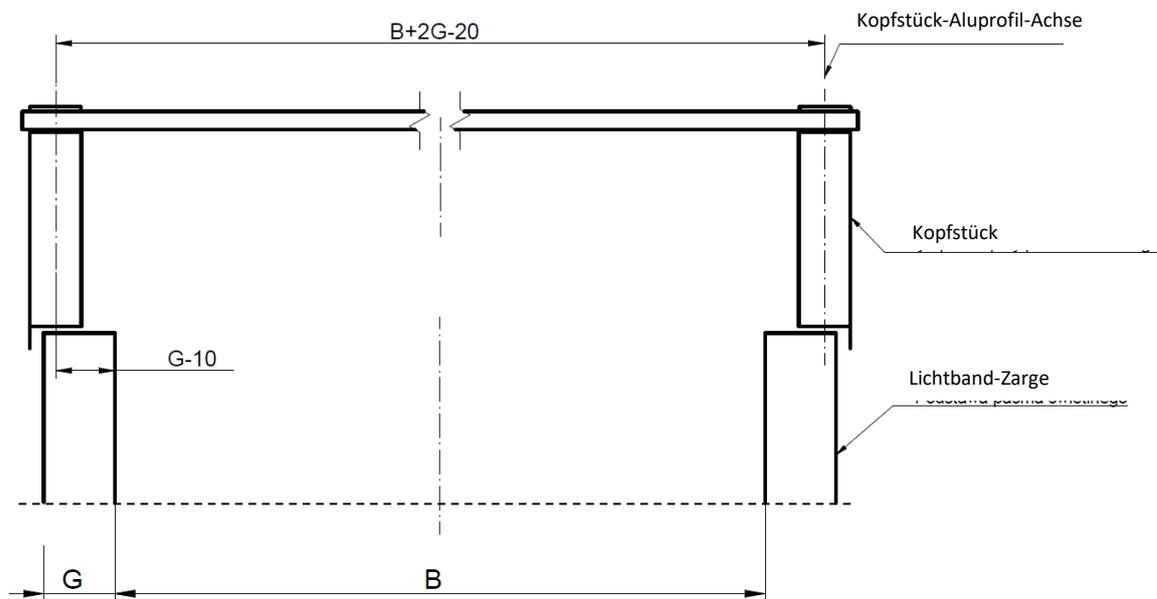

Abb. 27 Anordnung der Kopfstücke auf der Lichtband-Zarge
3. Das komplett gelieferte Kopfstück (Giebelwand des Lichtbandes) ist vertikal auf die isolierte Stirnzarge aufzusetzen. Besteht zwischen Kopfstück und isolierter Stirnzarge ein Spalt von weniger als 10 mm, ist dieser mit einer PES-Dichtung auszugleichen. Die Kopfstücke werden mit selbstschneidenden Schrauben  $\text{\O}6,3 \times 32$  mm an der Stirnzarge festgeschraubt. Dabei ist der Schraubenabstand von 300 – 350 mm einzuhalten, so dass die **Durchbiegung des Stahlprofils nach dem Anziehen der Schrauben in der Mitte der Stirnzarge nicht größer als 3 mm** ist. Nach der Befestigung des kompletten Kopfstücks an der Stirnzarge des Lichtbandes wird das Kopfstück-Aluprofil wiederum mit selbstschneidenden Schrauben  $\text{\O}6,3 \times 32$  mm mit der Längszarge des Lichtbades und dem Basis-Profil verbunden. Die Kopfstücke auf den gegenüberliegenden Seiten des Lichtbandes sollten gemäß Abbildung 27 platziert werden. (Abb. 27 Anordnung der Kopfstücke auf der Lichtband-Zarge).